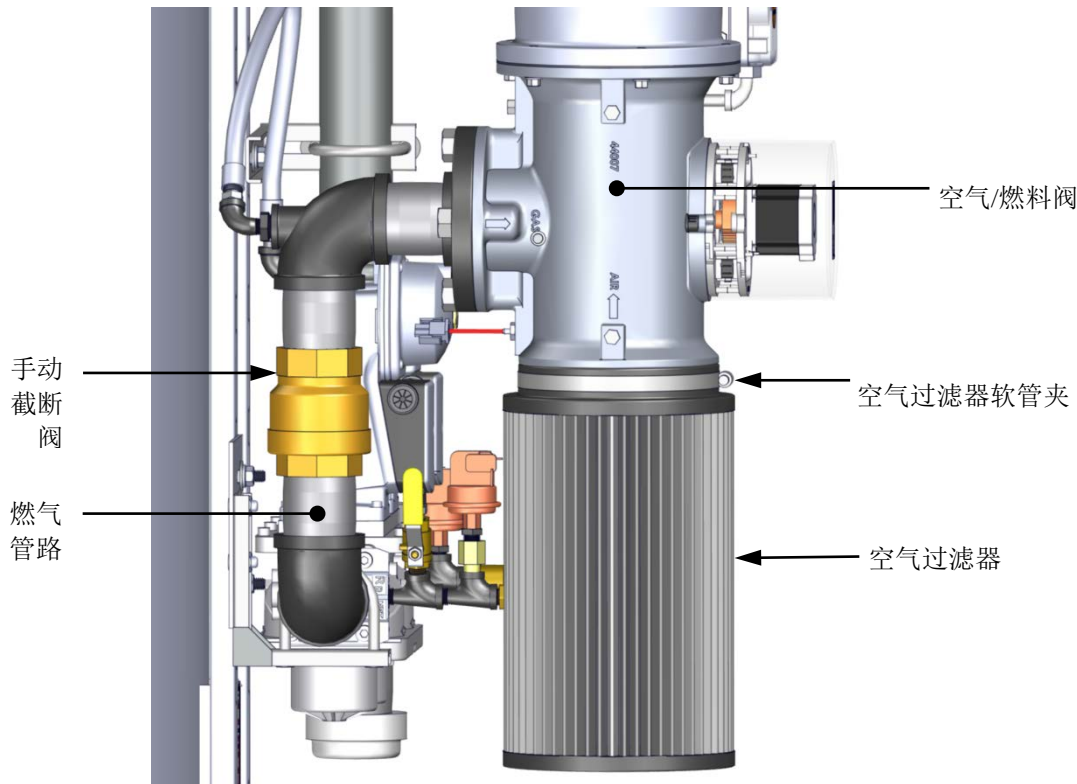

图 7-7: 空气过滤器位置
基准系列锅炉配有一个空气过滤器（部件号 **59138**），应每 12 个月清洁和重新上油，每 24 个月更换一次。空气过滤器位于空气/燃料阀的入口，如图 7-7 所示。
3. 请参见图 7-7，找到附于空气/燃料阀入口的空气过滤器。